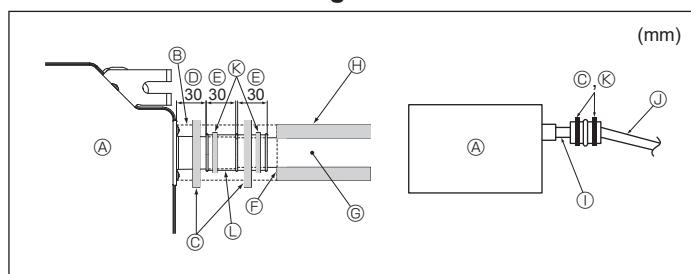

Fig. 6-2
- ⑨ Rura z PCW, śr. zewn. ø32
- ⑩ Wykonać jak największe
- ⑪ Jednostka wewnętrzna
- ⑫ Dobra duży rozmiar rury dla zgrupowanego oruowania.
- ⑬ Spadek (przynajmniej 1/100)
- ⑭ Rura z PCW, śr. zewn. ø38 do zgrupowanego oruowania (izolacja przynajmniej 9 mm)
- ⑮ Do 850 mm
1. Podłączyć gniazdo spustowe (dostarczane z urządzeniem) do zaworu spustowego. (Fig. 6-2) (Zamocować przewód za pomocą kleju do PCW, a następnie zabezpieczyć go za pomocą obejm).